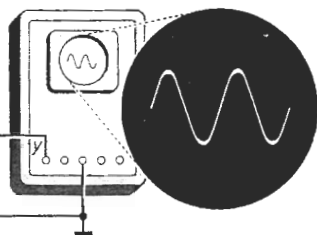

Fig. 14b
- Zet het X -kanaal van de oscilloscoop op „intern”. Regel de Y -versterking en de X -snelheid tot een afbeelding volgens fig. 14b zichtbaar wordt.